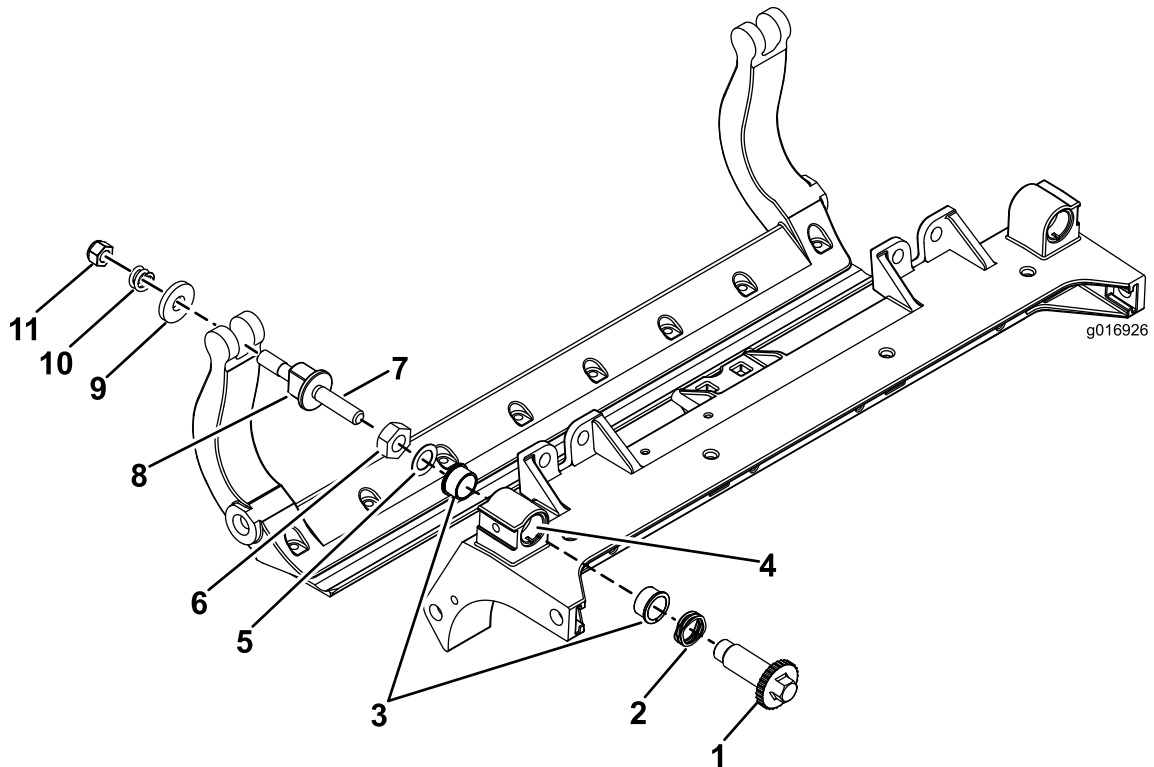

Рисунок 42
1. Снимите все детали (см. *Инструкции по установке* для HD комплекта DPA и Рисунок 42).
2. Нанесите противозадирный состав на внутреннюю поверхность втулки на внутренней поверхности втулки на центральной раме режущего блока (Рисунок 42).
3. Совместите шпонки фланцевых втулок с прорезями в раме и установите втулки (Рисунок 42).
4. Установите волнистую шайбу на вал регулятора и вставьте вал регулятора во фланцевые втулки, установленные в раме режущего блока (Рисунок 42).
5. Закрепите шпindel регулятора с помощью плоской шайбы и контргайки (Рисунок 42).
12. На нейлоновые шайбы установите стальные шайбы (Рисунок 42).
Примечание: На внутренней стороне пластин шайбы могут быть установлены с зазором (Рисунок 42).
15. Затяните гайку на каждом узле регулировки планки неподвижного ножа до полного сжатия пружины, а затем отпустите гайку на ½ оборота (Рисунок 42).